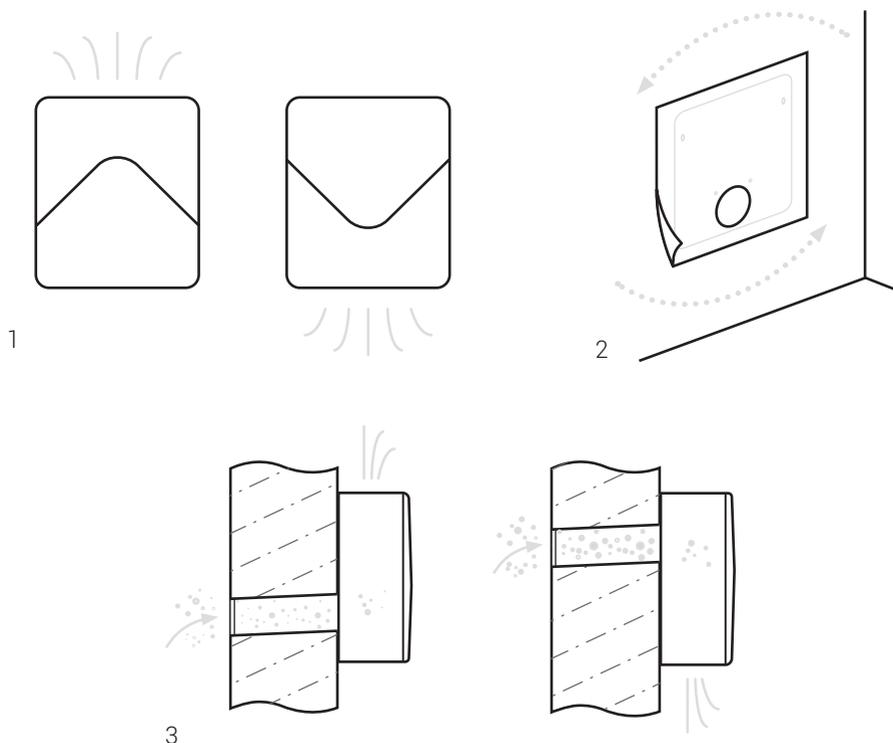

Рисунок 6.1 – Выбор типа размещения устройства
2. Выберите тип размещения устройства, исходя из желаемого направления потока воздуха (рис. 6.1).
3. Оторвите круг, обозначающий вентиляционный канал, по линии перфорации. Сориентируйте шаблон для монтажа согласно выбранному типу размещения (рис. 6.1). Приложите его к стене и наметьте место для бурения воздушного канала.